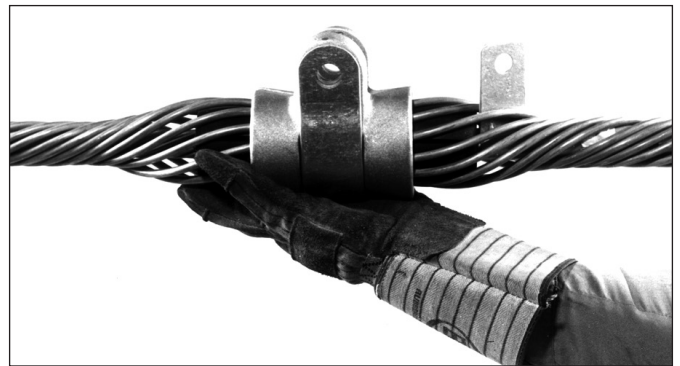

FIGURA 9
3.06 Posicione a sapata do Grampo de Suspensão FIBERLIGN® em ambos os lados do coxim de neoprene com o furo do parafuso voltado para cima. Deslize a braçadeira do Grampo de Suspensão FIBERLIGN® para a posição sobre a sapata. Aperte-a firmemente no local com as mãos (Figura 9).